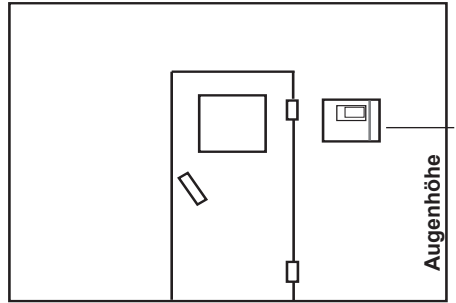

Abb. 3
1. Die Bohrungen  $\varnothing$  3 mm für die mitgelieferten Holzschrauben 4 x 20 mm werden entsprechend den in Abb. 3 + 3.1 angegebenen Maßen angebracht.